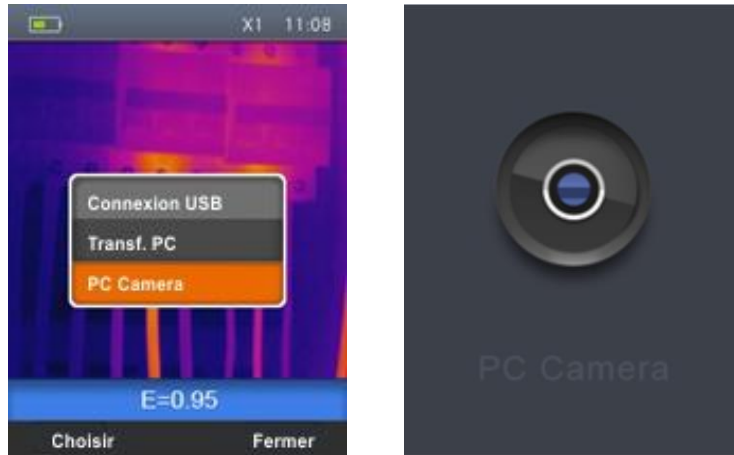

Fig. 39 : Affichage image en temps réel sur PC
1. Connecter le câble USB à l'instrument (voir Fig. 3 – Partie 16) et au PC. La page-écran ci-dessous (voir Fig. 39 – partie gauche) est affichée :
2. Utiliser les touches \oplus ou \ominus pour sélectionner l'option « PC caméra » et appuyer sur la touche « Choisir ». La page-écran de Fig. 39 – Partie droite est affichée